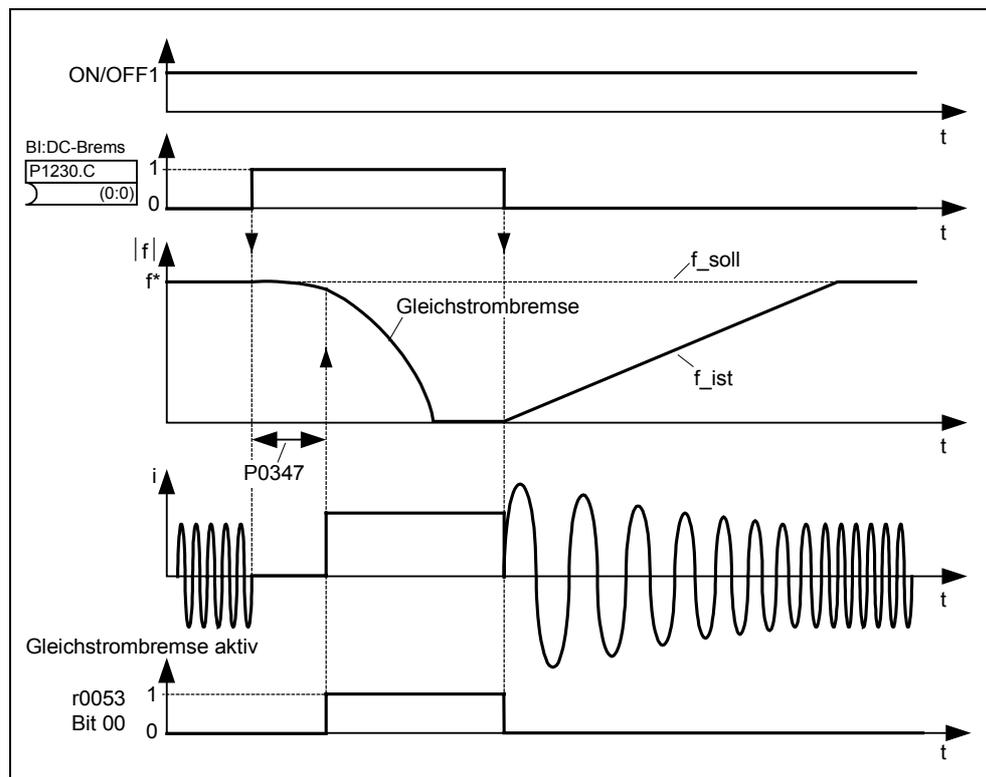

Bild 3-53 DC-Bremse nach externer Anwahl
1. Freigabe und Anwahl über BICO-Parameter P1230 (siehe Bild 3-53)